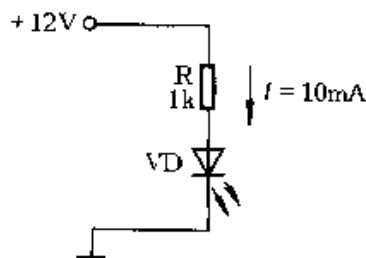
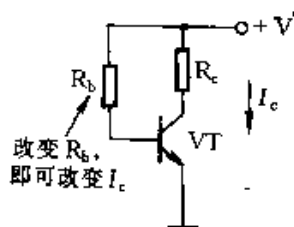

图 2-8
图 2-9
① 限流。图 2-8 所示为电阻器用作限流的情况。从欧姆定律 $I = U/R$ 可知,当电压 U 一定时,流过电阻器的电流 I 与其阻值 R 成反比。由于限流电阻 R 的存在,将发光二极管 VD 的电流限制在 10mA 。调整晶体管的工作点是电阻器用作限流的一个例子。图 2-9 所示为晶体管放大电路,晶体管集电极电流 I_c (工作点)由其基极电流 I_b 决定。改变晶体管基极电阻 R_b 的阻值,即可改变 I_b ,也就是改变了 I_c ,即改变了晶体管的工作点。